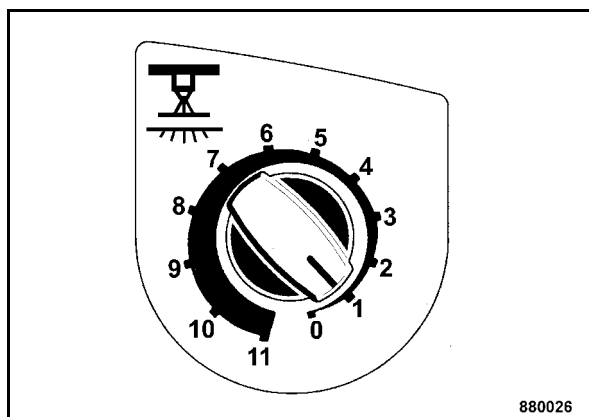

Fig. 61
- Porre l'interruttore ad intermittenza per irrorazione a pressione (Fig. 61) sull'intervallo desiderato.